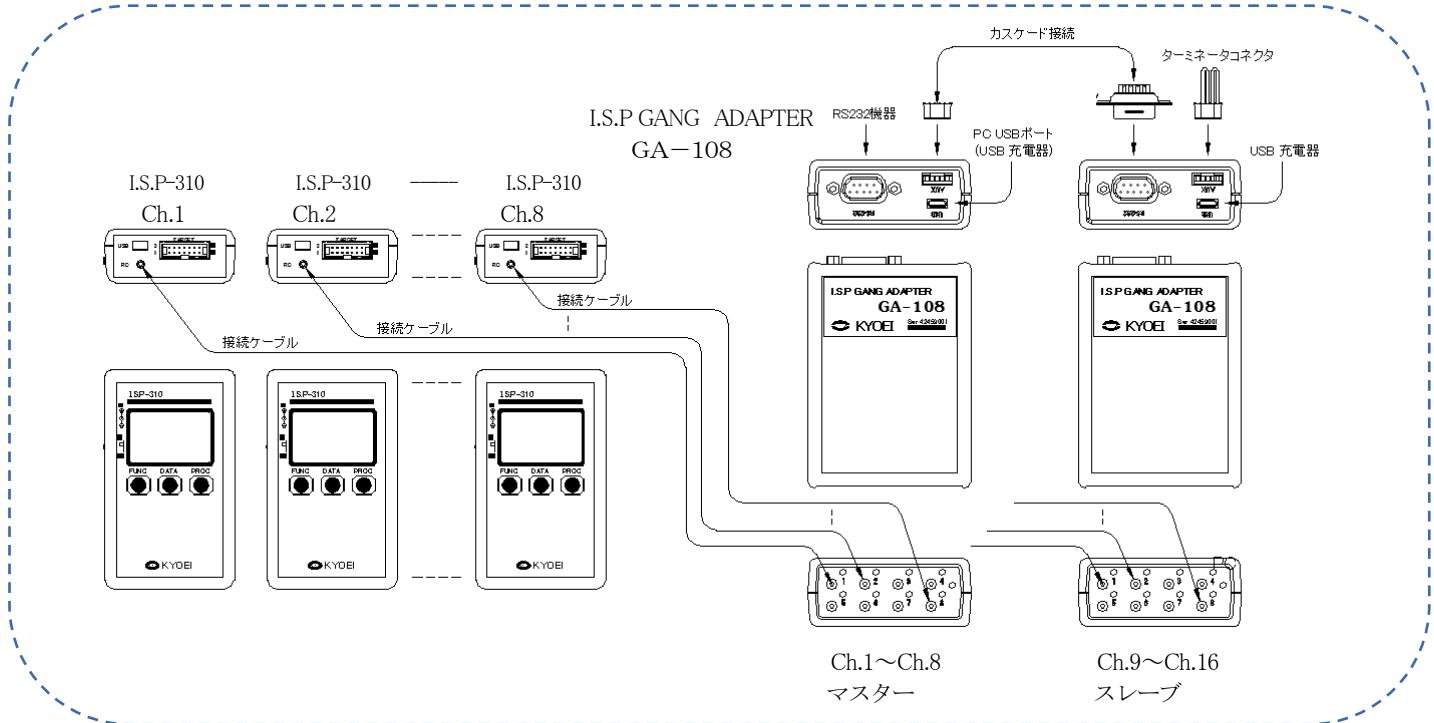

Fig 4 カスケード接続方法 (GA-108)
1. 接続方法は、Fig 4 または Fig 5 を参照に接続願います。